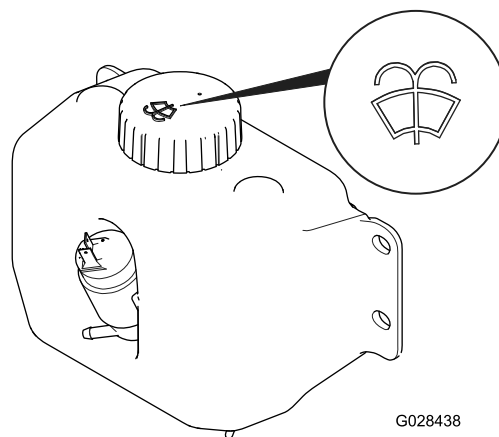

Bild 53
- Öffnen Sie die Motorhaube und machen Sie die Scheibenwaschanlagenflasche ausfindig (Bild 53).